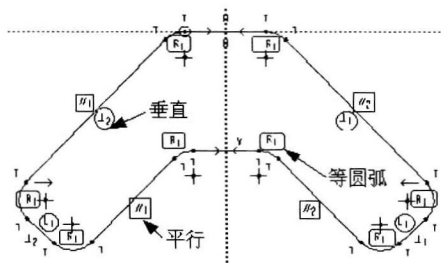

图1-15
5. 标注尺寸并完成修改，将结果存盘，如图 1-15 所示。